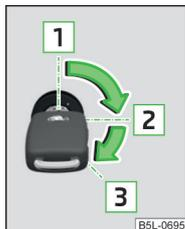

Fig. 117
Positions de la clé du véhicule dans le contacteur d'allumage » fig. 117
- Tournez la clé en position **3** » fig. 117 à la page 99, le processus de démarrage est exécuté. Relâchez ensuite la clé, le moteur démarre automatiquement.
- Tournez la clé en position **1** » fig. 117 à la page 99.